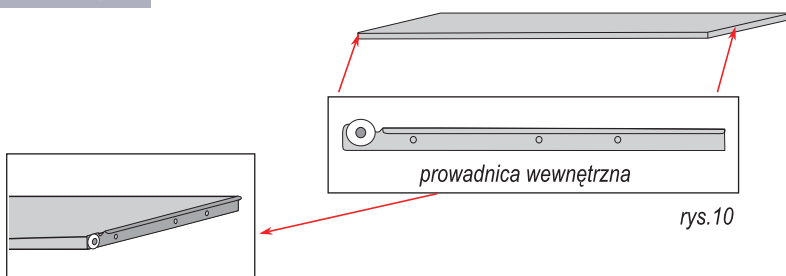

rys.9
9. Wsuń szklany blat w zagłębienie profilu i przytrzymaj go jedną ręką. Drugą ręką oprzyj drugi profil na kołkach i ostrożnie włóż w zagłębienie blat. Następnie dokręć profil śrubami M5 (rys. 9).